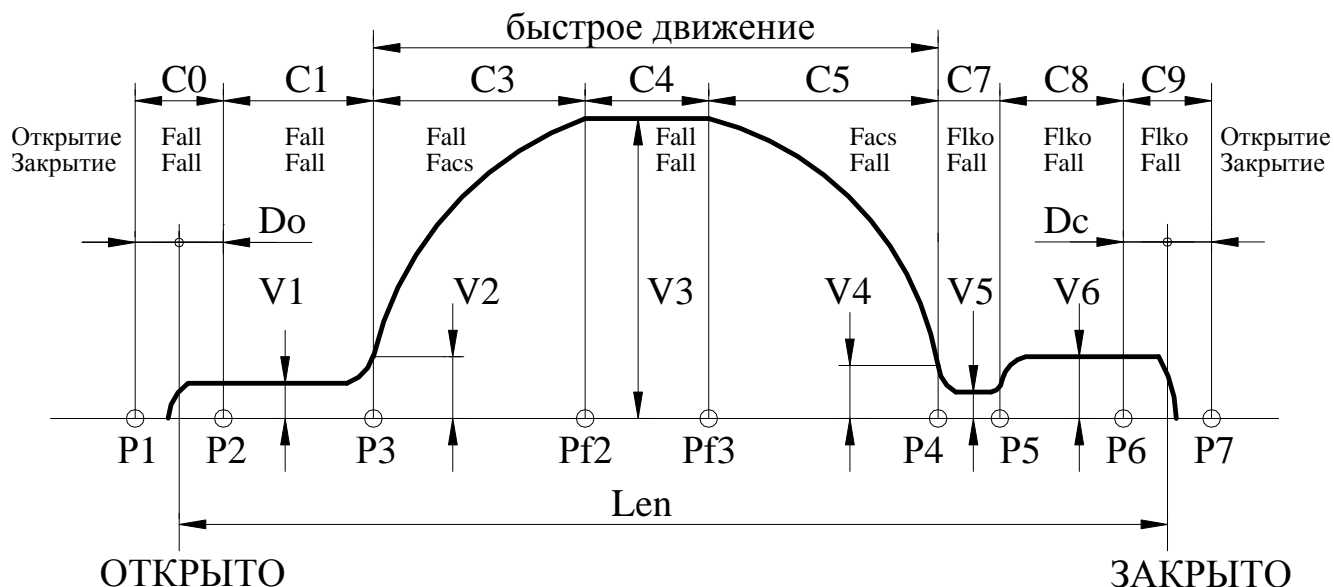

Рис.4. Траектория движения.
- **C.Err** – участок движения (**рис.4**), на котором произошла ошибка при наличии синхронизации, $C_err=11$ при отсутствии синхронизации.
- **Е0L** – переезд зоны полного открытия (**С0, рис.4**) или полного закрытия (**С9, рис.4**). *Синхронизация* в этом случае выключается. Ошибка сбрасывается при смене кода направления движения. При повторном неоднократном возникновении данной ошибки нужно провести **измерение проема**, если затем эта ошибка все равно будет возникать, необходимо проверить механику привода.
3.6.1. Рис.4, на котором показана траектория движения, отслеживаемая Устройством, поясняет назначение многих параметров, рассмотренных ниже. На рис.4 отображено также распределение сил на участках траектории отдельно при открытии и при закрытии (при переходе в режим удержания устанавливается соответствующая сила удержания).
- Если Var_sl=1, то точка препятствия запоминается и происходит замедление скорости движения при подходе к точке препятствия до Vbar. При отсутствии препятствия в том же месте, дальнейшее движение происходит по кривой, указанной на **рис.4**.
- 3.6.5.14. **Номер D** – C_vko (мм) – дополнительное смещение точки **P2(рис.4)** для расширения диапазона выдачи и удержания сигнала ВКО.
- 3.6.5.15. **Номер E** – C_vkz (мм) – дополнительное смещение точки **P6 (рис.4)** для расширения диапазона удержания сигнала ВКЗ.